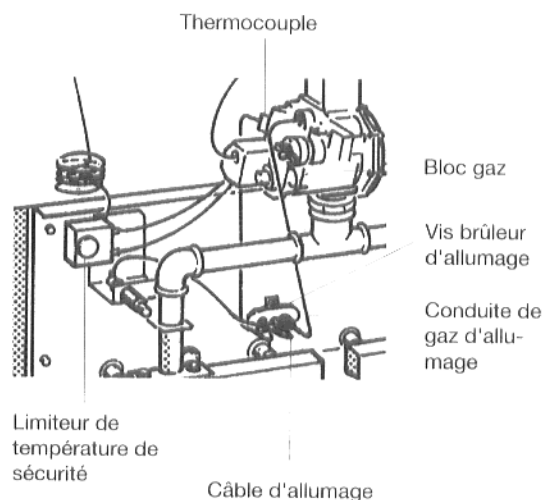

Fig. 35
- Desserrer et retirer le thermocouple du brûleur d'allumage (fig. 35). Lors du remontage, procéder avec soin et veiller à ce qu'il soit placé en position correcte jusqu'en butée.
- Retirer le câble d'allumage de l'électrode d'allumage (fig. 35).